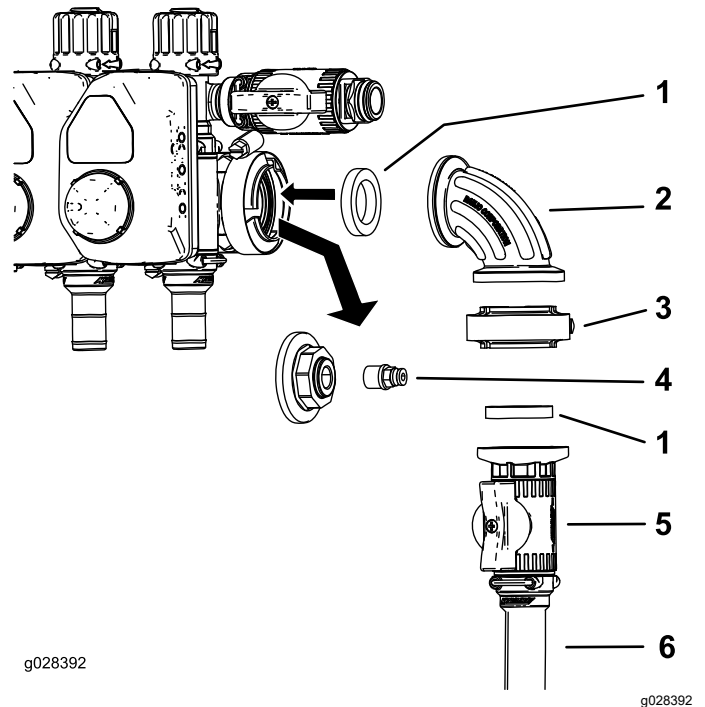

図 13
8. 水圧ゲージのポートから、キャップとカップラを取り外す 図 13。
9. 制御バルブアセンブリを 図 13 のように取り付ける。
10. 90度フィッティングの空いているポートにカップラを取り付ける 図 13。